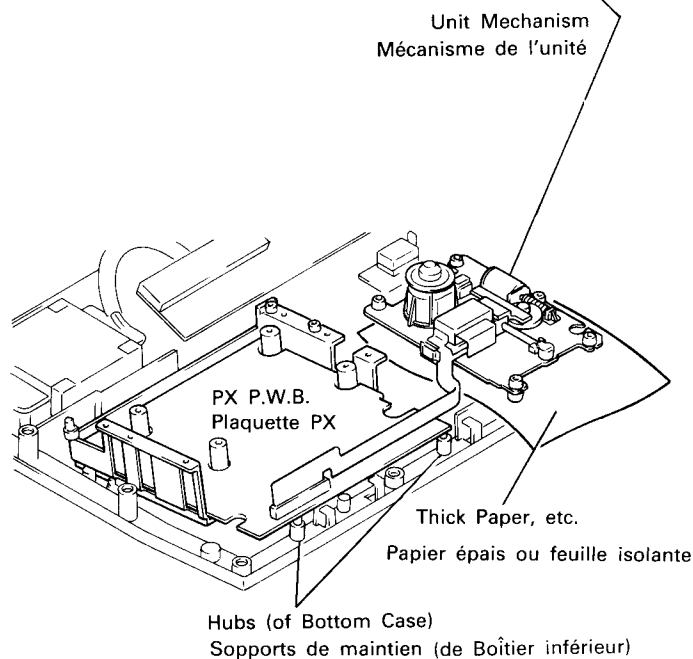
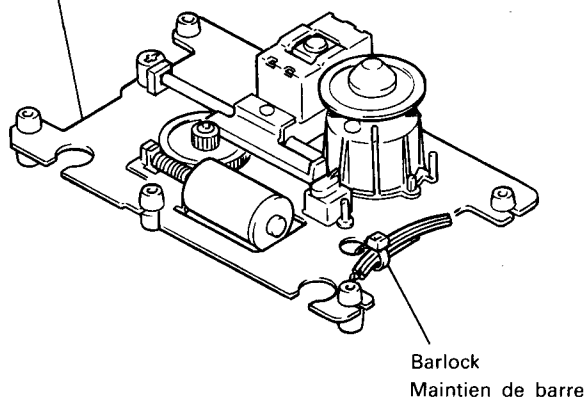

Fig. 32b
Fig. 33
4. Remove four screws (D) and set the PX P.W.B. On the Cassette Chassis Main Base and the hubs of the Bottom Case. (Fig. 32b)
5. After removing the Barlock and three screws (E), rest the Unit Mechanism on the Cassette Button and then carry out the Adjustment. (Before placing the Unit Mechanism on the Cassette Button spread some thick paper or similar material between them as insulation). (Fig. 32b/ Fig. 33)
4. Enlever quatre vis (D) et placer la plaquette PX sur la plaquette principale du châssis de cassette, ainsi que les supports de maintien du boîtier inférieur. (Fig. 32b)
5. Après avoir enlevé le maintien de barre et les trois vis (E), poser le mécanisme de l'unité sur les touches de cassette et effectuer le réglage. (Avant de placer le mécanisme de l'unité sur les touches de cassette, intercaler du papier épais ou une feuille isolante en tant qu'isolation.) (Fig. 32b/ Fig. 33)